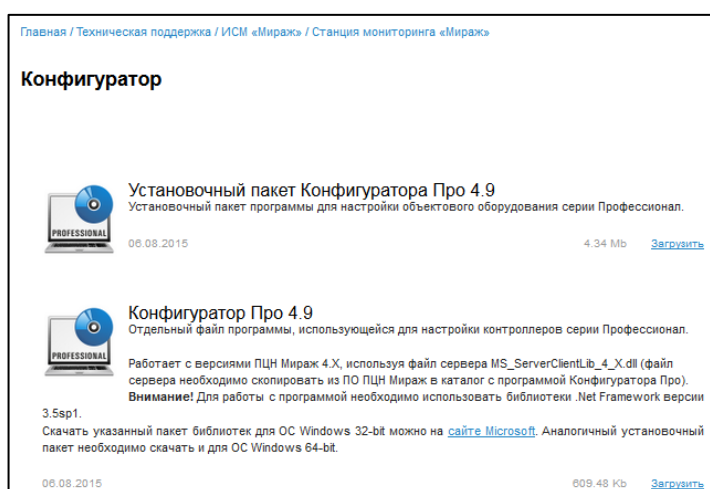

Рис. 5.1. Страница загрузки на официальном веб-сайте ООО «НПП «Стелс»
1. Загрузите с веб-страницы <http://nppstels.ru/support/konf/> установочный пакет программы (рис. 5.1).
Если программа ранее уже была установлена в ОС Windows, то USB-драйвер и пакет библиотек .NET Framework устанавливать не требуется. **Для того чтобы перейти к новой версии программы, достаточно загрузить ее исполняемый файл со страницы <http://nppstels.ru/support/konf/>** (см. рис. 5.1 выше), извлечь его из архива и поместить в необходимую папку.